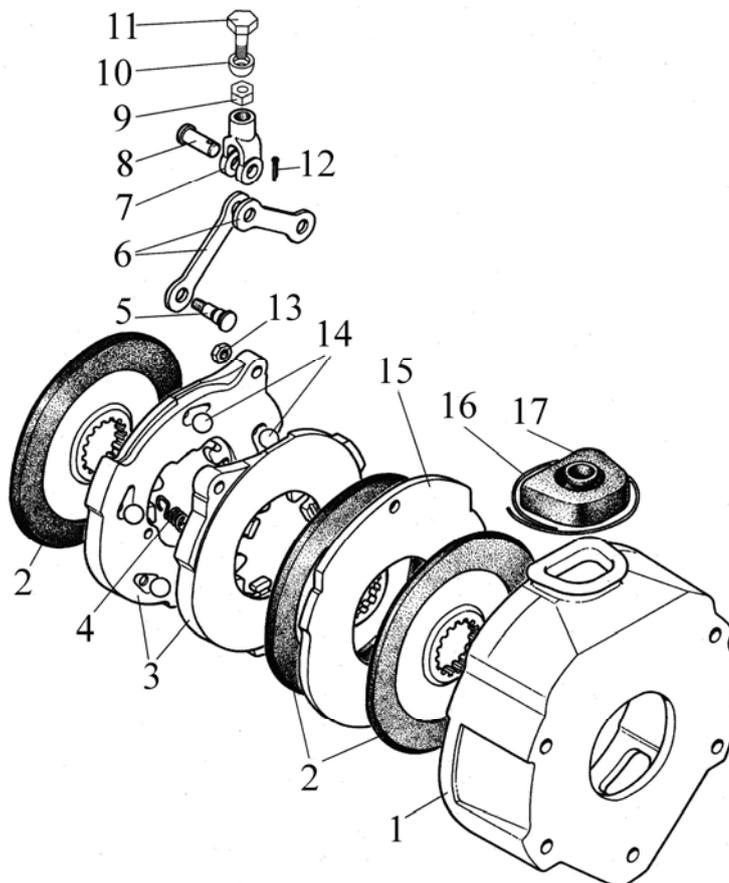

Рисунок 4.91
1) ослабьте контргайку (9) (**рисунок 4.91**) и вывинтите болт (11);
2) снимите сферическую шайбу (10);
3) снимите контрольную проволоку (16) и чехол (17);
4) снимите кожух (1) в сборе с дисками, предварительно отвернув, пять крепежных болтов и сняв стояночный тормоз, справа или муфту блокировки дифференциала слева;
5) снимите нажимные диски в сборе (3), три тормозных диска (2) и промежуточный диск (15);
6) снимите три стяжные пружины (4), разъедините нажимные диски (3) и выньте пять шариков (14) из профильных канавок;
7) снимите шплинт (12) и выньте палец (8);
8) снимите вилку (7);
9) отверните гайки (13) и снимите тяги (6).
1) соберите нажимные диски (3) (**рисунок 4.91**), для чего: